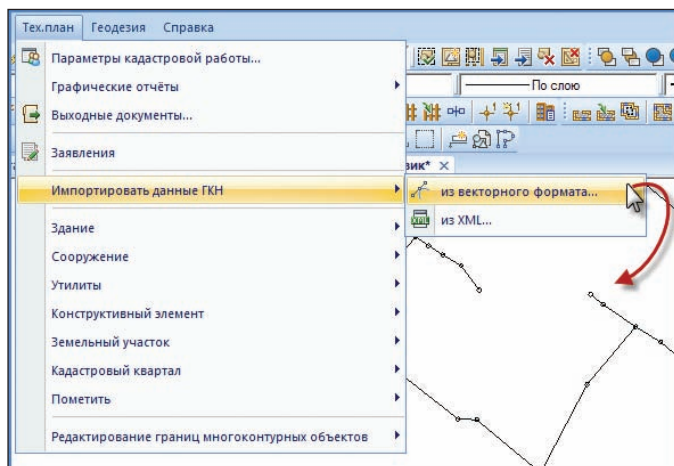

Рис. 2. Импорт данных из векторного формата
2. Для импорта векторных объектов понадобится запустить команду *Импорт данных ГКН из векторного формата* (рис. 2) и выбрать источник данных — файл *.dwg. Результатом импорта станут векторные объекты, которые